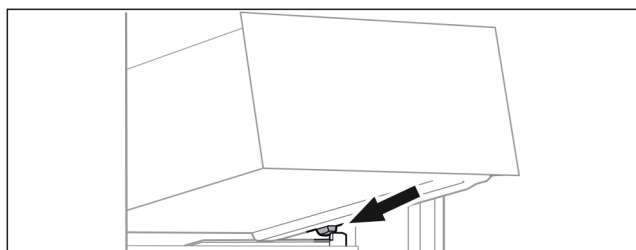

Fig. 33
- ▶ Наклоняя вниз, установите выдвижной ящик за стопоры на контейнерное ребро. (см. Fig. 33)